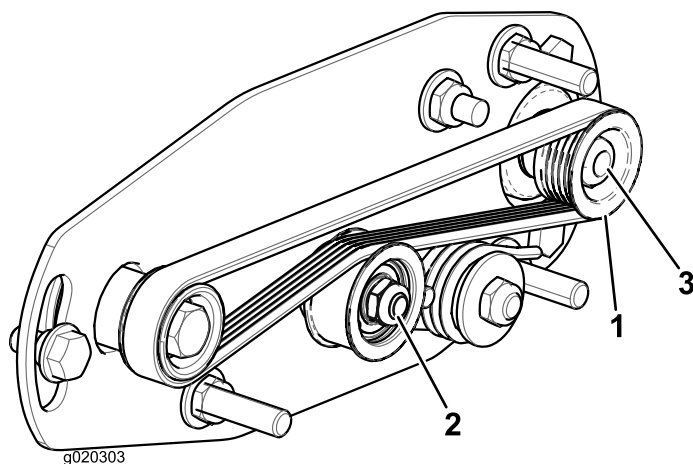
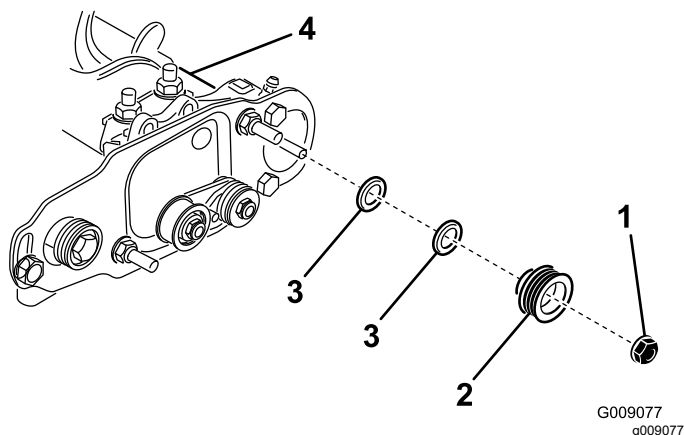

Figure 22
Figure 23
1. La poulie menée (au niveau de l'arbre de la brosse) peut bouger vers l'intérieur ou l'extérieur (Figure 22).
2. Tout en tournant le cylindre, ce qui entraîne la poulie d'entraînement, déchaussez la courroie de la poulie (Figure 22).
3. Retirez le contre-écrou qui fixe la poulie menée à l'arbre de la brosse (Figure 22 ou Figure 23).
4. Déposez la poulie menée de l'arbre (Figure 23).
5. S'il est nécessaire de déplacer la poulie vers l'extérieur, ajoutez une rondelle de 0,8 mm d'épaisseur (Figure 23).